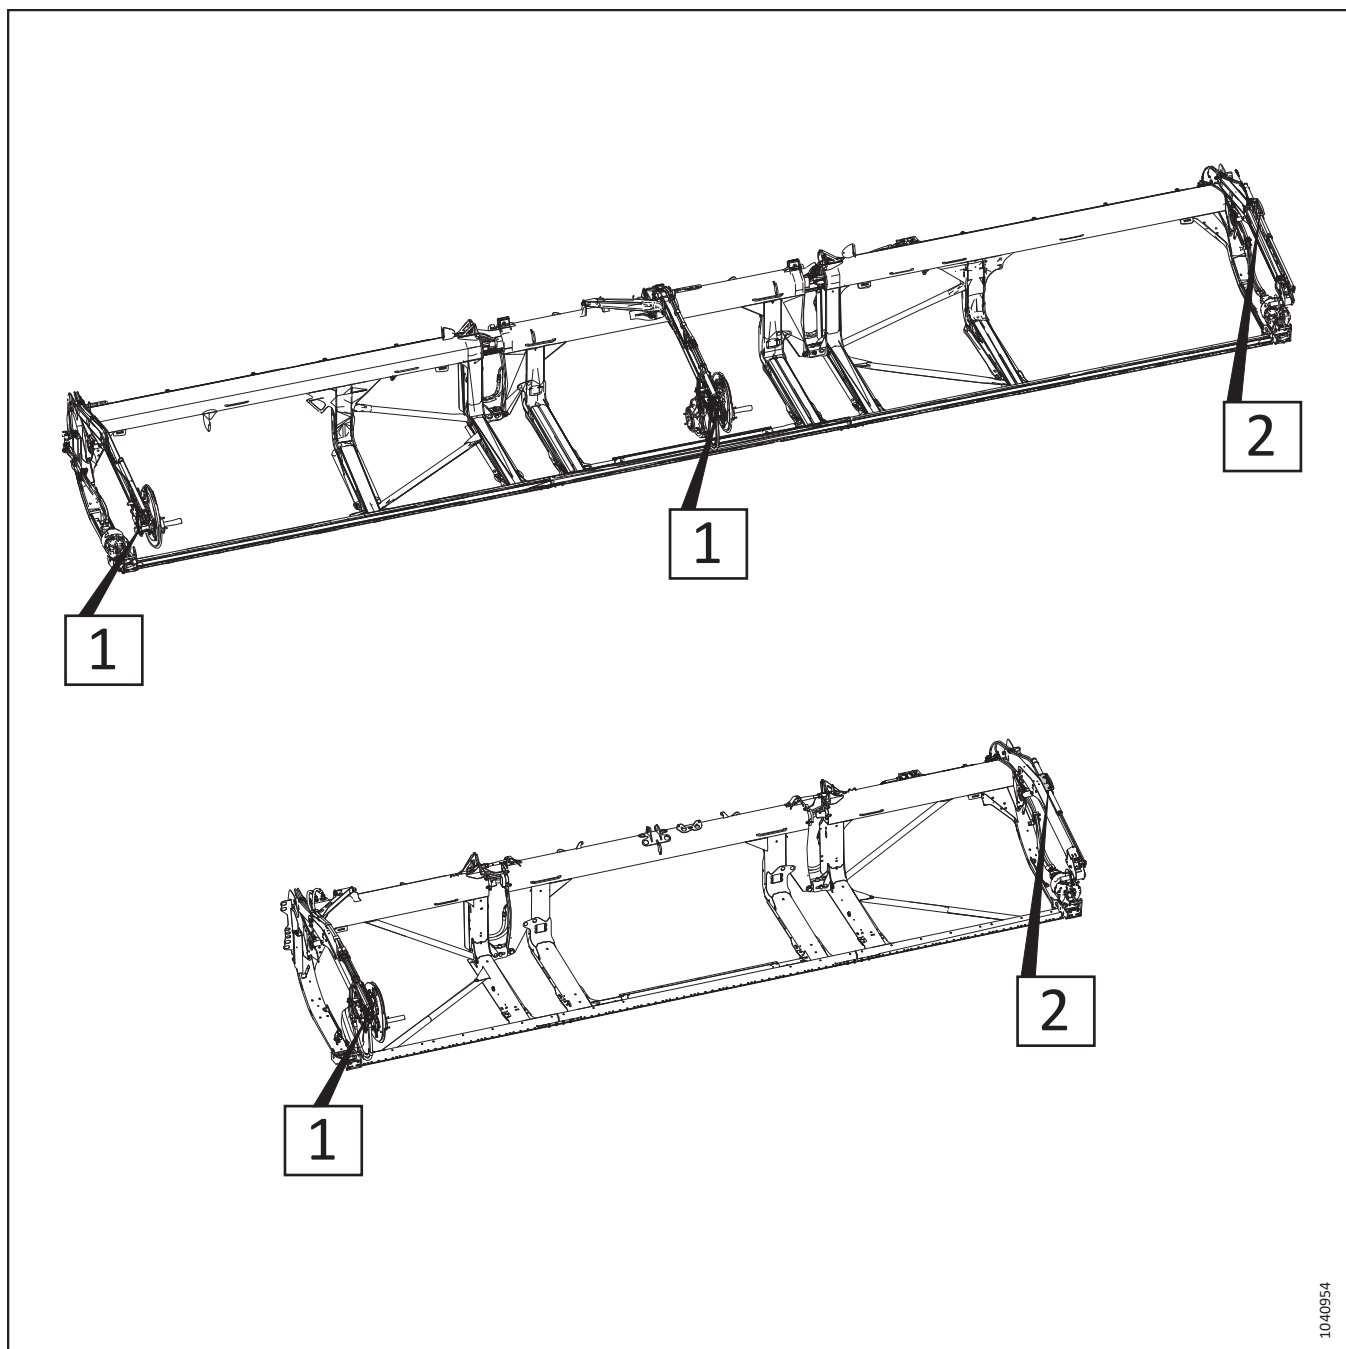

图 3.49: 可调前后移动油缸 – 程序参考编号
5. 参见图 3.49，页码 85，确定适合您的割台类型的前后移动油缸调整程序。图上的编号是指以下程序之一：